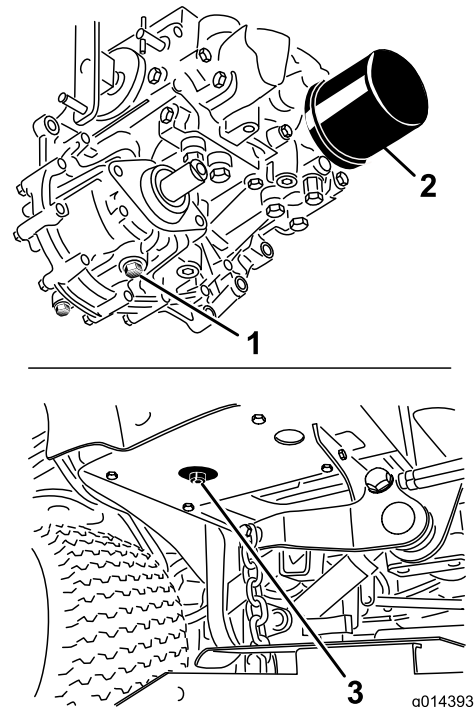

Figura 89
3. Coloque un recipiente grande debajo del depósito de fluido hidráulico y el alojamiento de la transmisión y retire los tapones; deje que se vacíe todo el fluido hidráulico (Figura 89).
4. Limpie la zona alrededor del filtro de fluido hidráulico y retire el filtro (Figura 89).